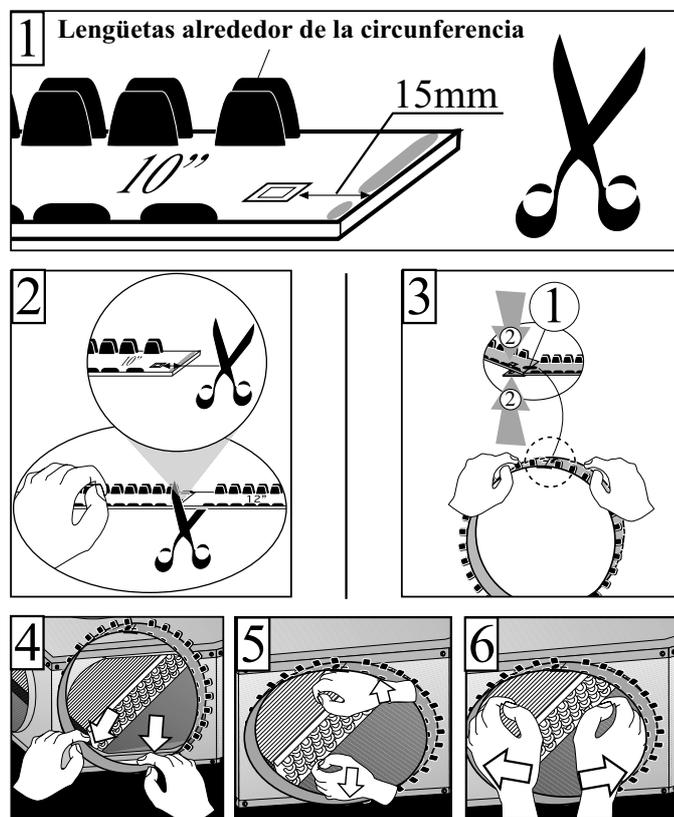

Fig. 10
Instalación de los Ductos de Tubería Flexible Aislada (Opcional – No incluido con la unidad.) (Fig. 10)
Si es necesario, corte el adaptador de Plástico de acuerdo al diámetro de la salida de aire. El corte debe ser exactamente de 15 mm (0.59") desde el borde de la ventana (agujero). Ver Fig. 10, Sección 1.
- Inserte el adaptador de plástico en la salida de aire, para que las lengüetas alrededor de la circunferencia del adaptador entre en la abertura de la salida de aire. Ver Fig. 10, Sección 4 (se recomienda comenzar por la parte inferior).
- Apriete simultáneamente la parte superior e inferior del adaptador de plástico, luego apriete simultáneamente la parte izquierda y derecha del adaptador de plástico hacia el lado de la unidad. Ver Fig. 10, Sección 5, 6.